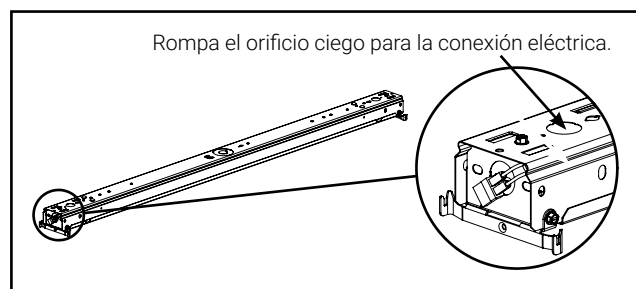

Figura 1
1. Retire el conjunto del canal de la caja, quite la cinta alrededor de la cubierta del canal e instálela en la superficie o en el techo suspendido según el código (accesorios de sujeción suministradas por terceros). (Figura 1).